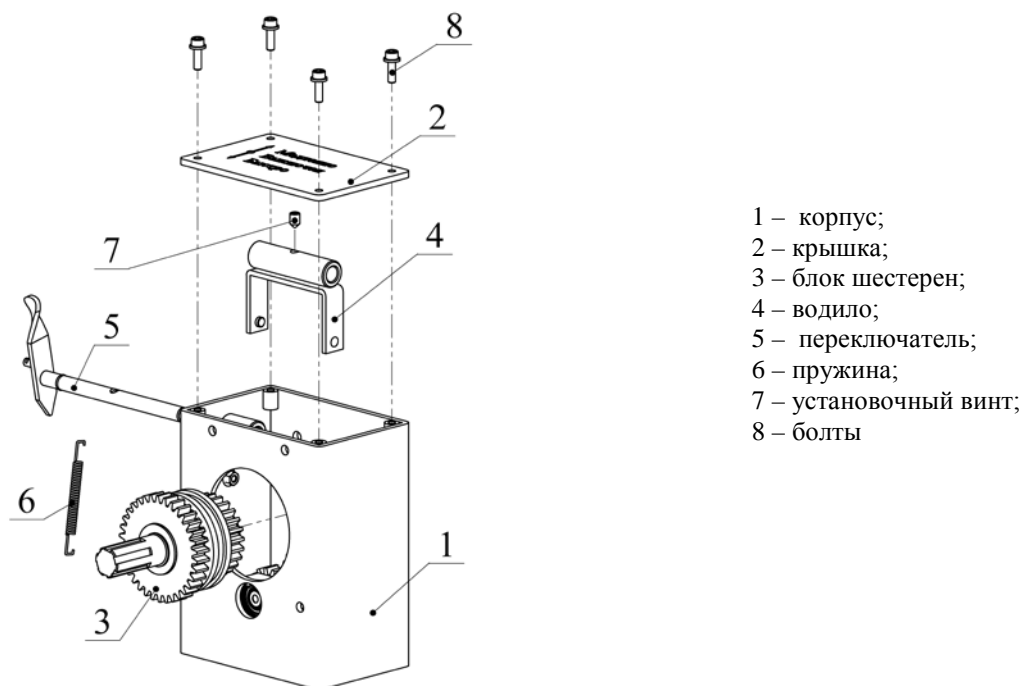

Рис.7 – Схема подготовки ходоуменьшителя к монтажу
1. Извлеките ходоуменьшитель рис.7 из упаковки.